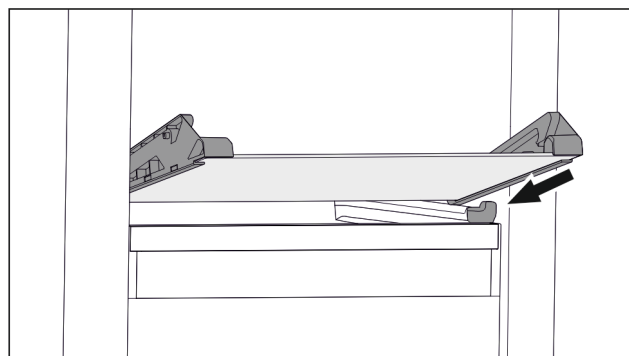

Fig. 64 Glassplate på nedvippbar skuff
- ▶ Sett glassplaten på skrå bak stopperne. (se Fig. 64)